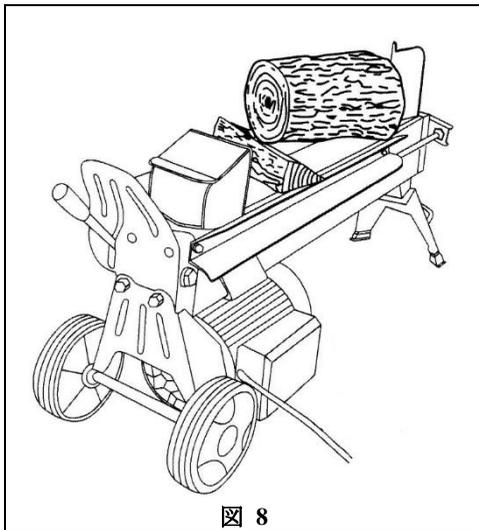

図 8
3. くさび状に割った薪をエッチから外れない薪の下に割りこませます。(図 8)